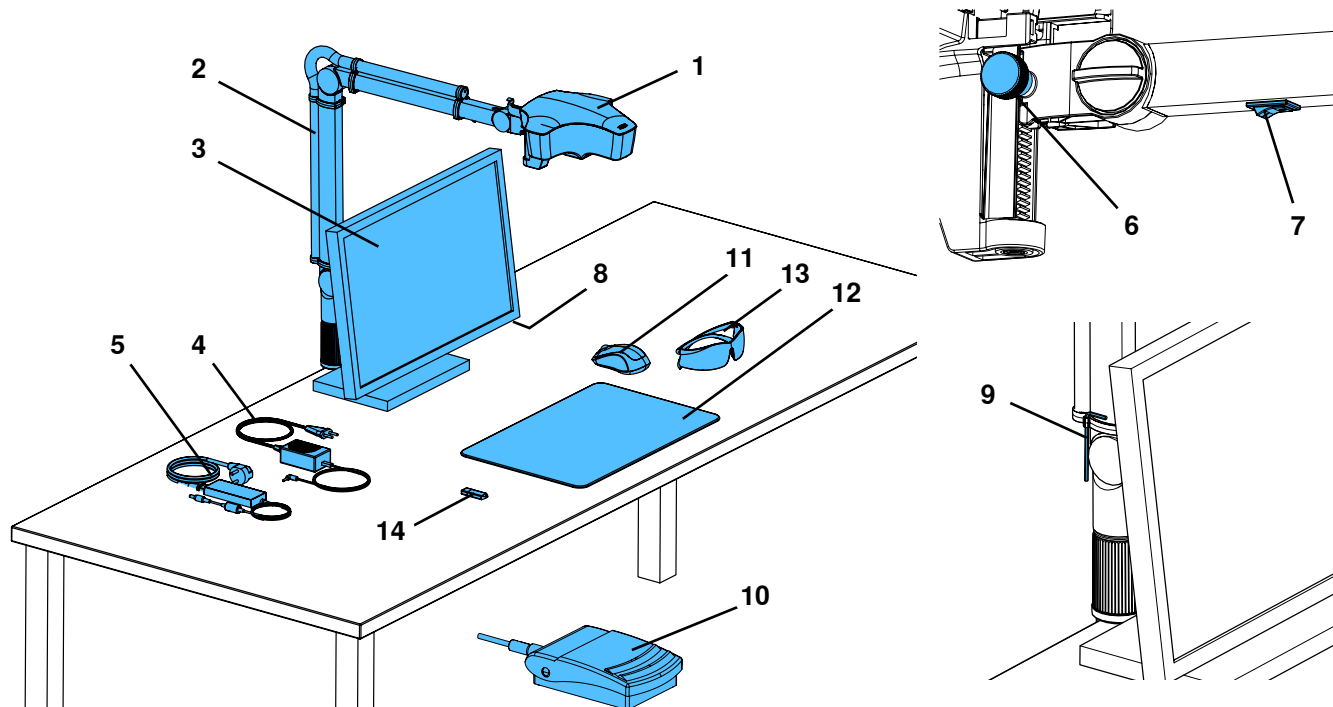

図1
- ⇒デスクパッド (12, 図1) を作業台の上に置きます。
- ⇒マウス（11、図1）をデスクパッドの隣に置きます。
- ⇒フットスイッチ（10、図1）をテーブルの下に置き、フットスイッチ用ケーブルをフットスイッチに差し込みます。
- 付属のツール（9、図1）を使ってネジ（34）を締めます。
- 付属のツール（9、図1）を使ってネジ（35）を締めます。